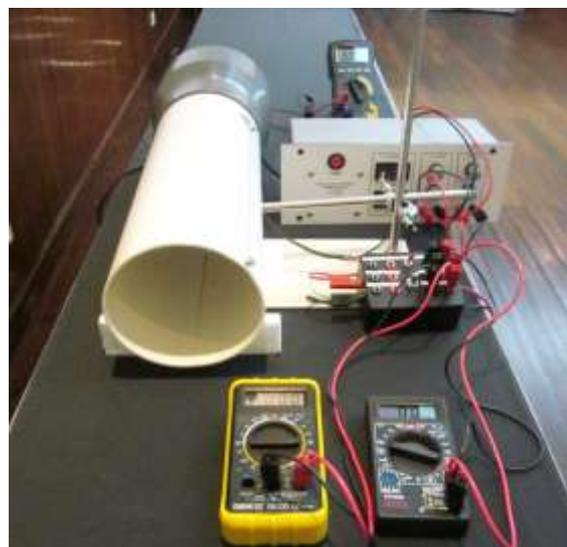

Рис. 9. (a) Устройство анемометра для измерений с фиксированной температурой (СТА) слева.
Оба метода анемометра СТА (при фиксированной температуре) и ССА (при фиксированном токе) требует оборудования, электрические схемы которого помещены в черную пластиковую коробочку рис. 9. Для каждого метода анемометра необходимо использовать только одну электрическую схему, левую или правую половинку коробочки. На лицевой панели коробочки есть выключатель/выключатель (тумблер), с помощью которого мы выбираем ту или иную половинку (схему). Половинки обозначены как СТА (анемометр с фиксированной температурой) и ССА (анемометр с фиксированным током).
В этом методе анемометра температура проволоки теплового датчика поддерживается постоянной (а, следовательно, постоянно и её сопротивление) при различных скоростях воздушного потока. Для этого мы используем мост Уинстона. Для балансировки моста в одно из его плеч помещен регулируемый резистор (Потенциометр POT), а в противоположное помещен тепловой датчик HWA с нагреваемой проволокой, как показано на рис. 9 (b).
- (b) Присоедините провода и зажимы, как показано на рис. 9(с) и 10 (b). **Error! Reference source not found.** Прежде чем включать блок питания убедитесь, что вы всё соединили правильно и что все регулировочные ручки повернуты против часовой стрелки до упора.